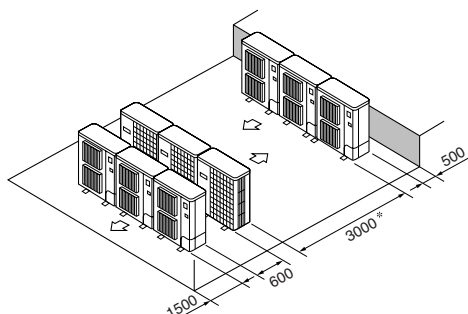

Fig. 2-13
- ⑥ Πολλαπλή παράλληλη διάταξη μονάδων (Fig. 2-13)